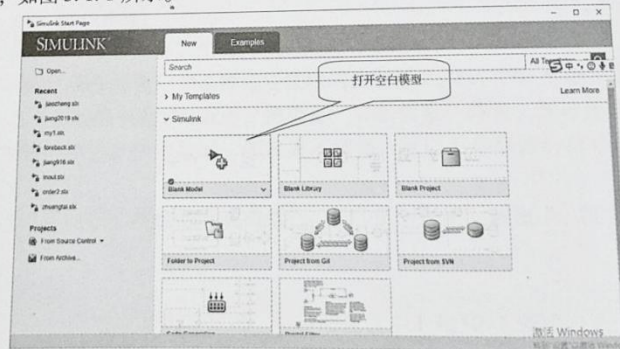

图 3.1.1 打开空白模型窗口建立新仿真
(1) 在 MATLAB 命令窗口中键入 “Simulink” 或在工具栏中单击 “Simulink” 按钮，打开仿真起始窗口页 “Simulink Start Page”，选择 “Blank Model” 打开空白模型，建立新的仿真模型对象，如图 3.1.1 所示。